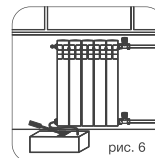

рис. 6
- 8.6. Гидростатическое испытание водных систем и приборов отопления должно проводиться под давлением, в 1,5 раза превышающем рабочее давление (пример рис. 6). По факту проведения испытаний составляется акт ввода системы и приборов в эксплуатацию в установленной форме.